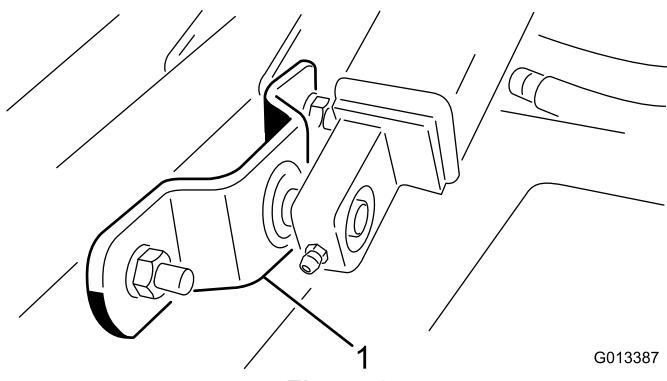

Figure 8
11. Retirez les boulons, les rondelles et les contre-écrous qui fixent chaque support de bras de relevage au tube de bras de pivot (Figure 8).